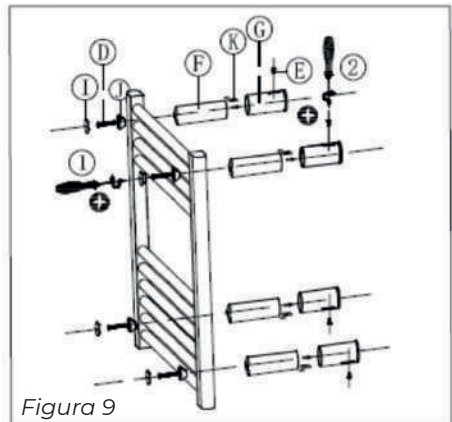

Figura 9
**11.** Parafuse e aperte o dispositivo com quatro parafusos grandes (Figura 9, pos. D) no suporte de parede (Figura 9, pos. J) usando uma chave de fenda Phillips (Figura 9, pos. 1).
**12.** Coloque as quatro tampas de vedação (Figura 9, pos. I).